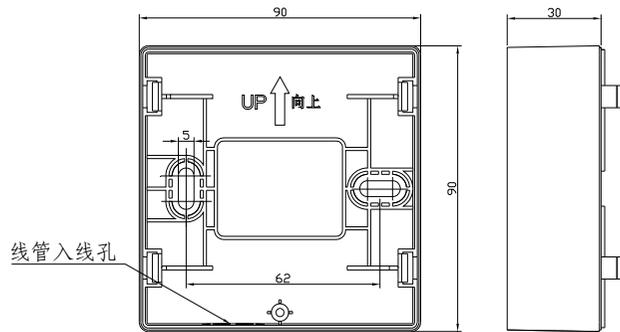

图 7
手报的安装需要使用配套底座。配套底座如图 7 所示，外型尺寸为 90mm×90mm×30mm（长×宽×高），固定孔直径为 Ø5mm，固定孔间距为 58mm~66mm，线管入线从底座下部穿入。
- 按施工图纸，使用 2 枚 M4 螺钉，通过图 7 中所所示的 A、B 固定孔，将配套底座固定在指定的位置上，确认底座已安装牢固；